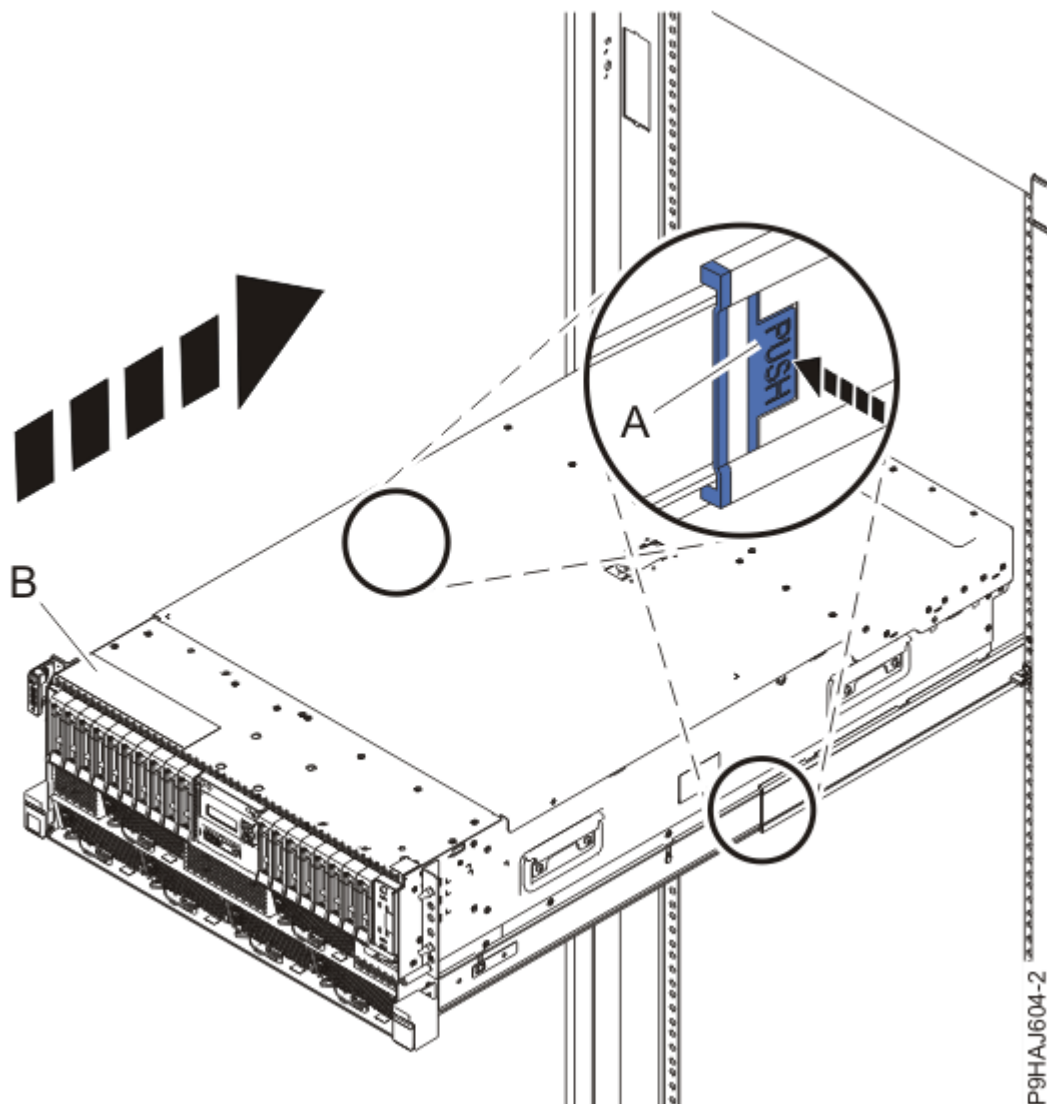

図 28. システムの操作位置への設置
3. ラック・マウント型システムの場合、青色のレール安全ラッチ **(A)** を、30 ページの図 28 に示されているように内側に押してアンロックします。